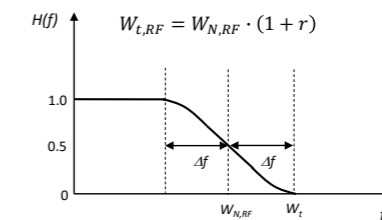

Abb. 3: Pulsform-Filter zur Reduktion von Nebenzipfeln im Sendespektrum
werten Nebenzipfeln, die zu Nachbarkanal-Interferenzen führen können. Daher werden zur Reduktion dieser Nebenzipfel Pulsform-Filter eingesetzt, die gegenüber der minimal erforderlichen HF-Bandbreite  $W_{N,RF}$  (Nyquist-Bandbreite) in Gl. (4) um den roll-off Faktor  $r$  auf  $W_{L,RF}$  verbreitert sind (Abb. 3). Die Übertragungsfunktion ist punktsymmetrisch um die Nyquist-Bandbreite. Dies ist ein Kompromiss zwischen der erforderlichen HF-Bandbreite und der Nebenzipfel-Unterdrückung.